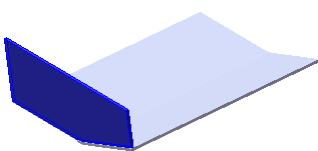
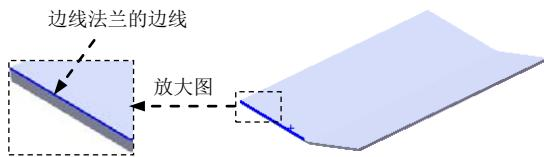

图 9.12 边线—法兰 1
图 9.13 边线法兰的边线
Step3. 创建图 9.12 所示的钣金特征——边线—法兰 1。
- (1) 选择命令。选择下拉菜单 **插入(I)** → **钣金(B)** → **边线法兰(E)...** 命令(或单击“钣金”工具栏中的 按钮)。
- (2) 定义特征的边线。选取图 9.13 所示的模型边缘为生成的边线法兰的边线。